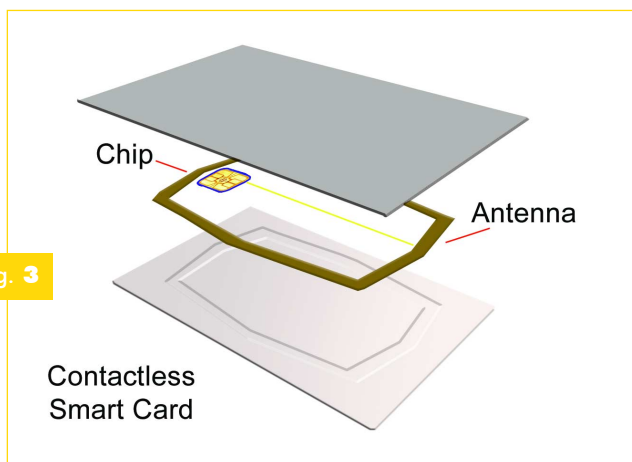

Fig. 3
- 2) **Contactless:** Si basa sullo scambio di informazioni tra ICC e IFD senza contatto diretto ma tramite onde radio (RFID). In pratica nel corpo della card oltre al chip viene integrata anche un'antenna che permette di interagire con un apposito ricevitore come descritto in Fig. 3. (Rif. ISO/IEC 14443)